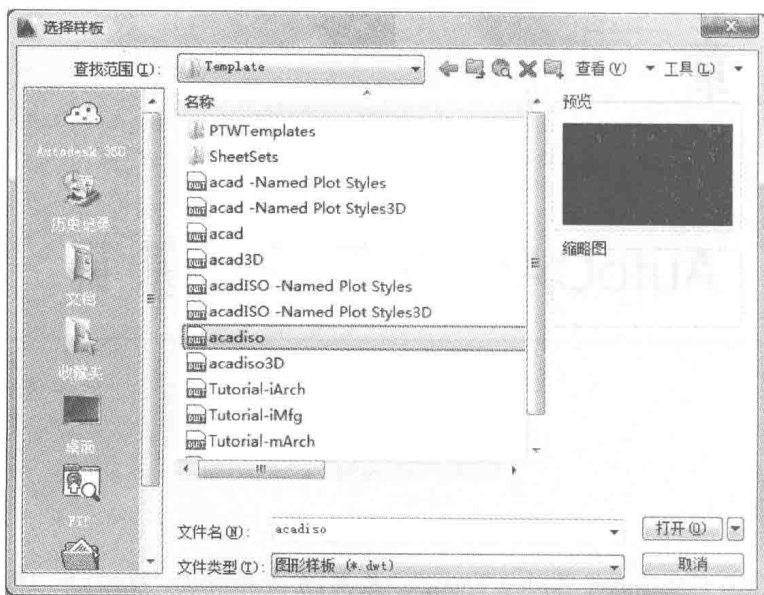

图 1-2 “选择样板”对话框
(1) 选择“文件”|“新建”命令,出现“选择样板”对话框,在样板列表框中选定 acadiso.dwt,如图 1-2 所示,单击“打开”按钮。
单击“标准”工具栏上的“新建”按钮, 执行新建命令, 出现“选择样板”对话框, 在样板列表框中选定样板, 新建文件, 如图 1-2 所示。